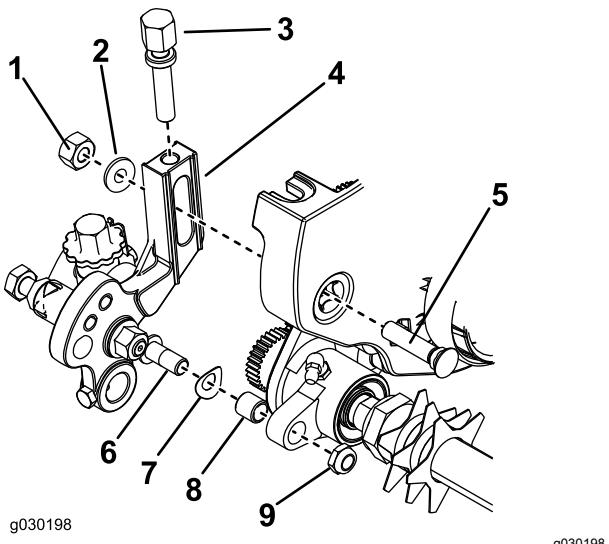

Рисунок 13
1. Вставьте втулку в отверстие в правом узле привода механической щетки (Рисунок 13).
2. Заверните винт регулировки высоты скашивания в верхнюю часть узла правого рычага регулятора (Рисунок 13).
3. Установите пружинную шайбу на конец стержня узла рычага регулировки высоты скашивания (Рисунок 13).
4. Установите узел правого рычага регулятора на боковую пластину режущего блока, используя болт плуга, гайку и специальную шайбу (Рисунок 13).
5. Прикрепите конец стержня узла рычага регулятора к узлу привода механической щетки с помощью контргайки (Рисунок 13).
7. Вставьте втулку в отверстие в левом узле привода механической щетки (Рисунок 13).
8. Заверните винт регулировки высоты скашивания в верхнюю часть узла левого рычага регулятора (Рисунок 13).
10. Установите пружинную шайбу на конец стержня левого узла рычага регулировки высоты скашивания (Рисунок 13).
11. Установите левый узел рычага регулятора на боковую пластину режущего блока, используя болт плуга, гайку и новую шайбу (Рисунок 13).
12. Прикрепите конец стержня узла рычага регулятора к узлу привода механической щетки с помощью контргайки (Рисунок 13).